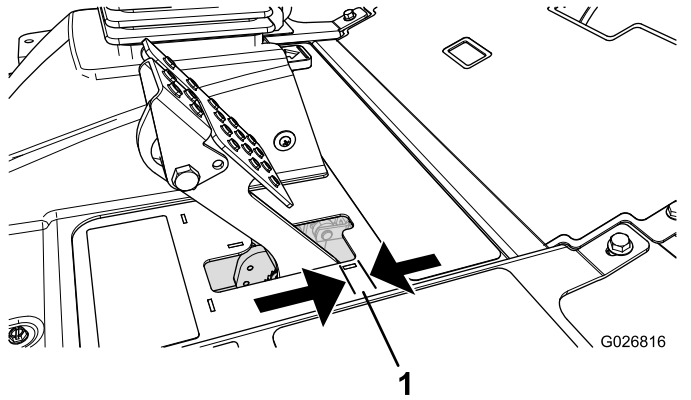

図 51
ブレーキペダルの「遊び」図 51が 2.5 cm 以上となったり、強く踏み込まないとブレーキの効きが悪いと感じられるようになったら、調整を行ってください。遊びとは、ブレーキペダルを踏み込んでから抵抗を感じるまでのペダルの行きしろを言います。
2. 後ナットを締めてケーブルを後方に移動させて、ホイールがロックする前のブレーキペダルの遊び図 51が 0.63-1.27 cm になるように調整する。